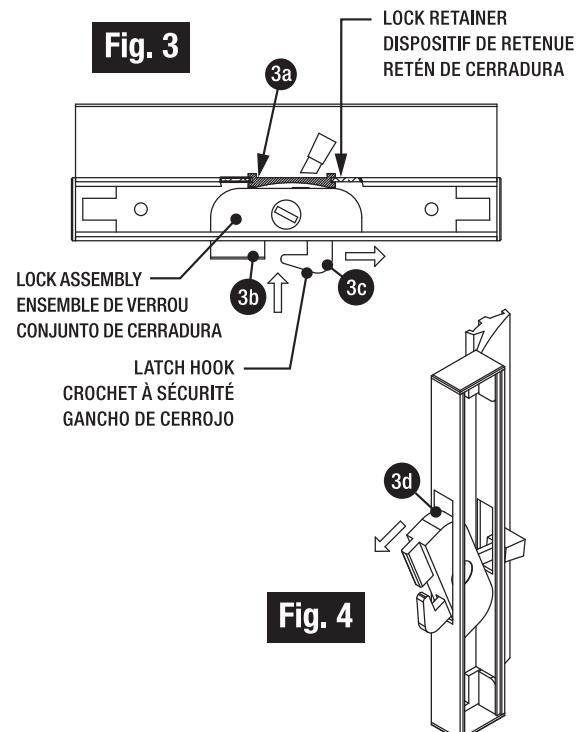

Fig. 4
**Step 3d - Push the lock assembly out of the housing as shown (Fig. 4)**
**Étape 3d - Pousser l'ensemble de verrou pour le faire sortir du boîtier, comme illustré. (Fig. 4)**
**Paso 3d - Empuje el conjunto de cerradura fuera de la carcasa tal como se muestra (Fig. 4).**